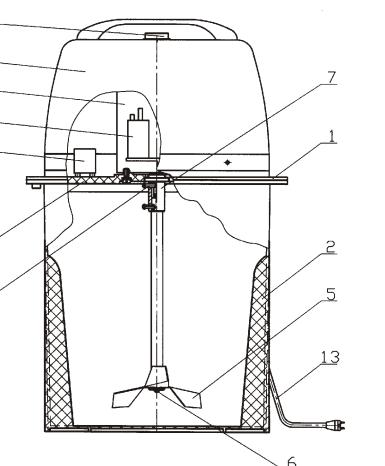

Рисунок 1 - Маслобойка электрическая бытовая «Салют»
4.1 Перед началом работы следует открыть крышку 4, закрепить втулку 7 на валу электродвигателя 9 с помощью винта 8, проверить надежность крепления крыльчатки 5 винтом 6, после чего закрыть крышку 4 и зафиксировать фиксатором (Рисунок 1).
5.1 Маслобойка (рисунок 1) состоит из электропривода 1 и бака 2.